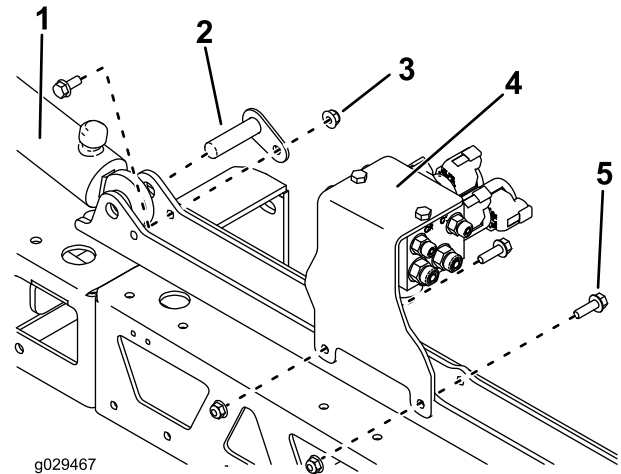

Figura 14
- Montate i cilindri idraulici e il supporto valvola utilizzando la bulloneria originale (Figura 14).